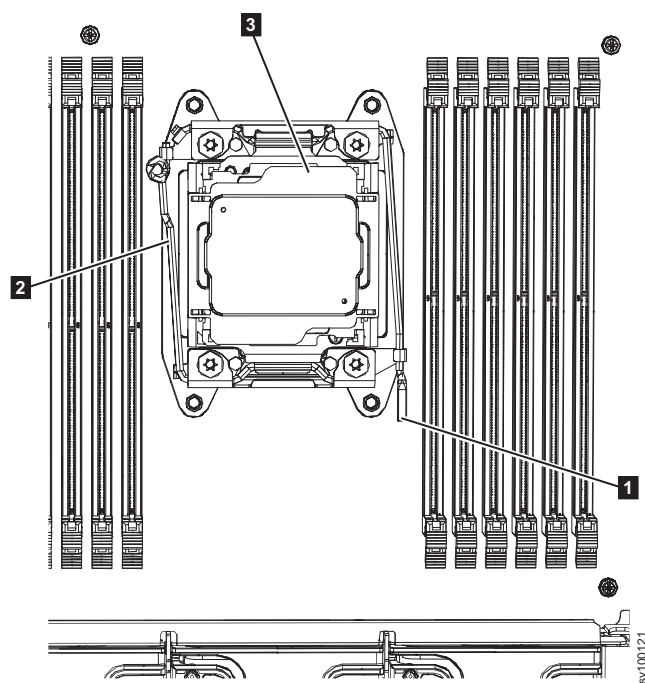

Figura 187. Abrindo as alavancas de liberação
4. Abra o retentor e as alavancas de liberação do soquete do microprocessador, conforme mostrado em Figura 187 na página 233.